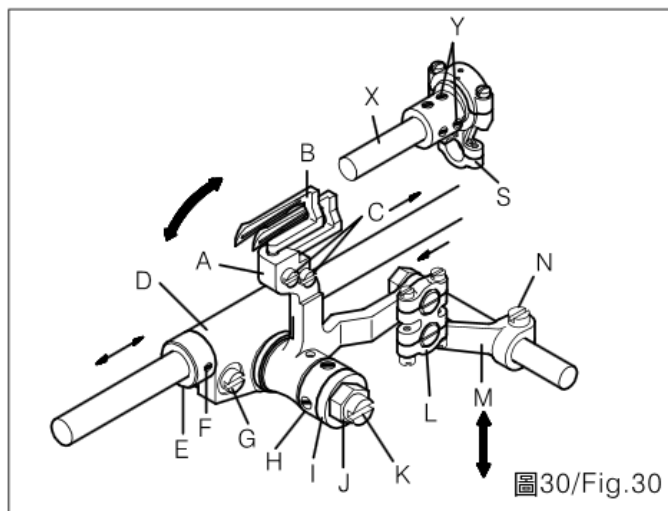
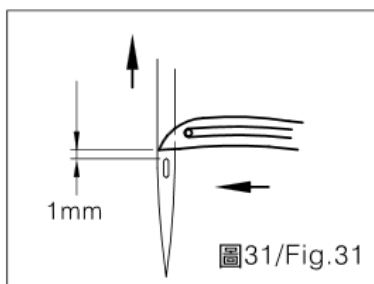

Fig. 30
Fig. 31
А. Ослабьте винты G&F (Рис. 30) для вышеуказанной регулировки (1) и (2).
2. Когда петлитель движется слева направо и останавливается позади иглы, он должен находиться на расстоянии 1 мм от верха игольного отверстия (рис.31). Ослабьте винт Y для регулировки (рис.30).